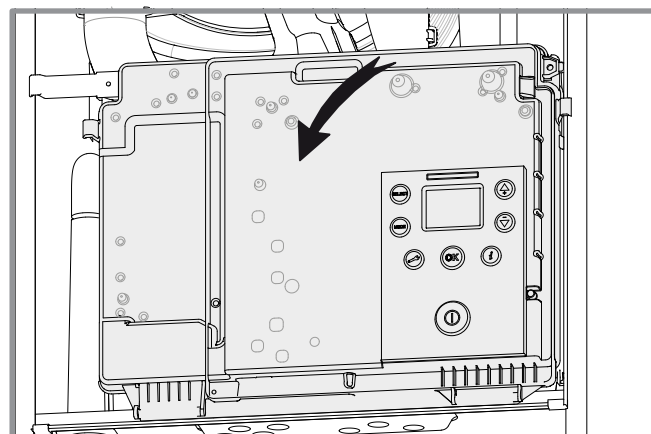

figure 20 - Basculement du coffret électrique
- Abaissier le coffret électrique (figure 20). Lors de l'ouverture, maintenir le coffret.